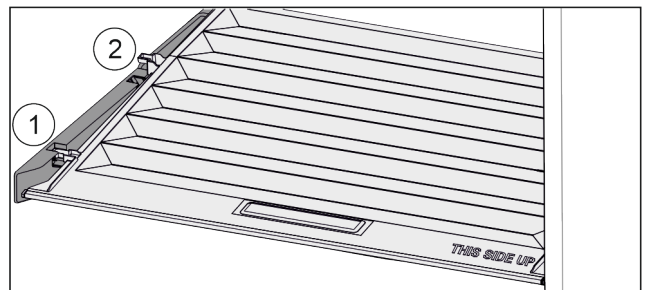

Fig. 149
- ▶ Издърпайте напред Fig. 149 (1) капака до отвора в задържащите части.
- ▶ Повдигнете го отзад отдолу и отстранете Fig. 149 (2) нагоре.